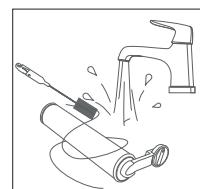

Fig. 14 – Pulizia del rullo in microfibra
- ▶ Pulire il rullo in microfibra sotto l'acqua corrente. Se necessario, utilizzare anche la spazzola di pulizia (28) in dotazione (**vedere Fig. 14**).